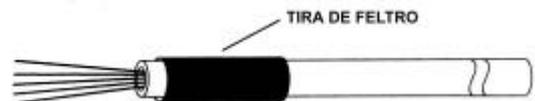

Figura 14 – Aplicação da tira de feltro
7.02 Envolver a ponta do tubo "loose" com a tira de feltro de cor azul (figura 14).